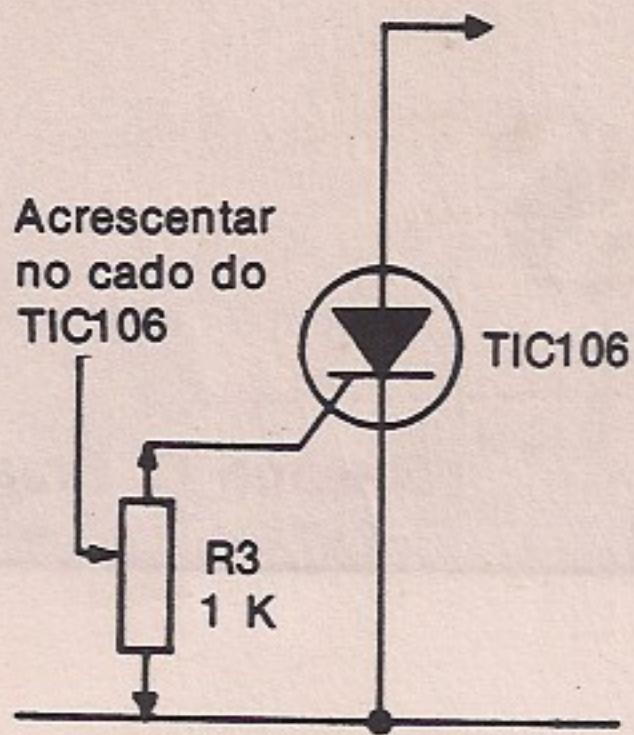

Figura 4
O SCR deve ser obrigatoriamente um dos seguintes tipos: MCR106, IR106 ou C106. Se o leitor utilizar um equivalente, como o TIC106, deverá acrescentar um resistor de 1 k entre seu catodo (C) e a compta (G), como indica a figura 4. A tensão do SCR depende de sua rede. Os SCRs possuem sufixos que indicam qual é a tensão. Assim, o MCR106-4 é para 200 V, enquanto que o MCR106-6 é para 400 V. Se você for alimentar mais de